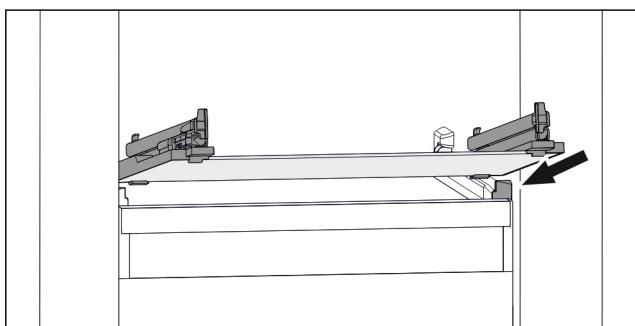

Fig. 64 Приблизне відображення скляної пластини
- Встановити скляну пластину за стопорами навскоси. (див. Fig. 64)